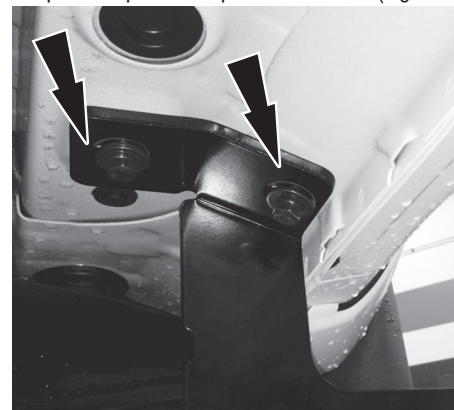

Figure 2
Alignez Running Board supports de manière à ce que les fentes dans les supports se alignent avec les trous de l'étape 2. Partiellement joindre support de fixation avant du véhicule en utilisant (2) boulons à tête hexagonale 8mm, (2) 8mm rondelles de blocage et (2) rondelles plates 8mm. Ne serrez pas complètement pour le moment. (Figure 2)